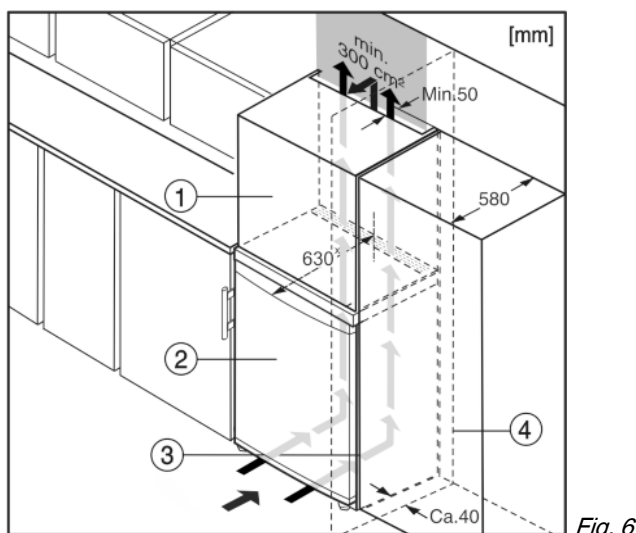

Fig. 6
- (1) Mobile da appoggio* (3) Mobile da cucina*
(2) Apparecchio* (4) Parete*
L'apparecchio può essere incassato in mobili da cucina. Per adattare l'apparecchio Fig. 6 (2) all'altezza della cucina componibile, è possibile applicare sopra l'apparecchio un mobile da appoggio Fig. 6 (1).
Si la cocina posee armarios (profundidad máx. 580 mm), el aparato se puede colocar directamente junto al armario de cocina Fig. 6 (3). El aparato sobresale 34 mm * por los lados y 50 mm * en el centro del aparato respecto al frente del armario de cocina.
Se l'apparecchio con cerniere viene installato accanto ad una parete Fig. 6 (4), la distanza minima fra l'apparecchio e la parete deve essere almeno di 40 mm, che corrisponde alla sporgenza della maniglia con la porta aperta.*